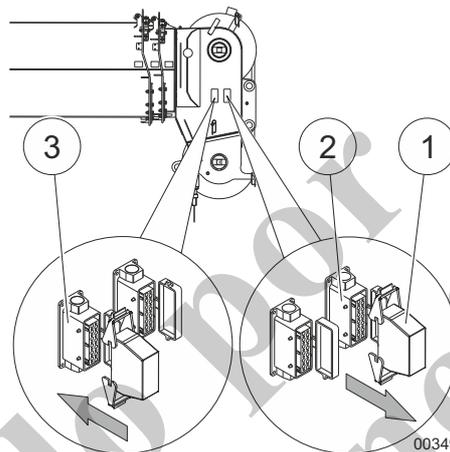

Fig. 199 Inserción del conector de anulación en la pluma telescópica
- 11 Retire el conector de anulación (1, Fig. 199) del receptáculo derecho (2, Fig. 199) y conéctelo en el receptáculo izquierdo (3, Fig. 199).